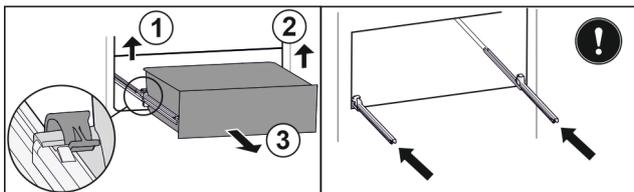

Fig. 153
- Sollevare il morsetto sinistro e allo stesso tempo tirare in avanti il cassetto sinistro. Fig. 153 (1)
- Sollevare il morsetto destro e allo stesso tempo tirare in avanti il cassetto destro. Fig. 153 (2)
- Rimuovere il cassetto tirandolo in avanti. Fig. 153 (3)